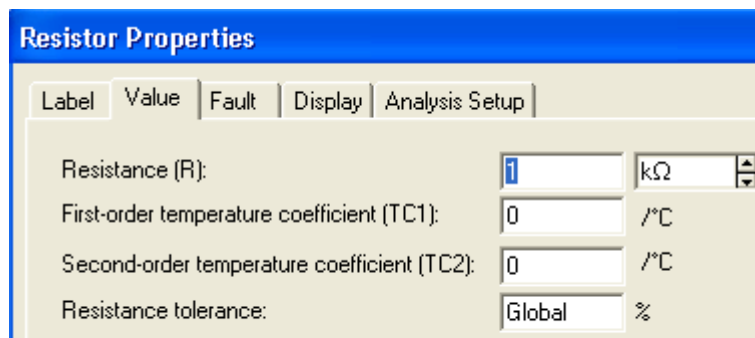

Рис.4
– встановить розраховані опори резисторів R_1 і R_2 встановленням курсору на умовне позначення резистора та подвійним кліком лівої клавіші миші; відкриється панель (рис. 4), на якій слід встановити відповідний опір резистора та підтвердити це клавішею ОК.
4.3.1. Встановіть розраховані у п. 3.2 опори резисторів R_1 і R_2 (рис. 4).